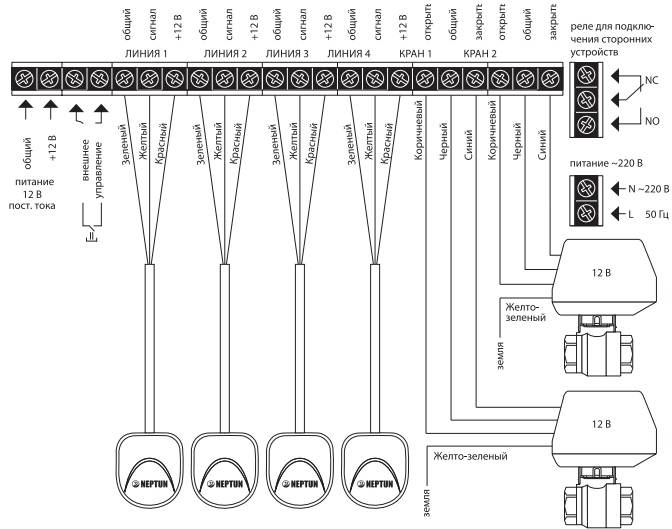
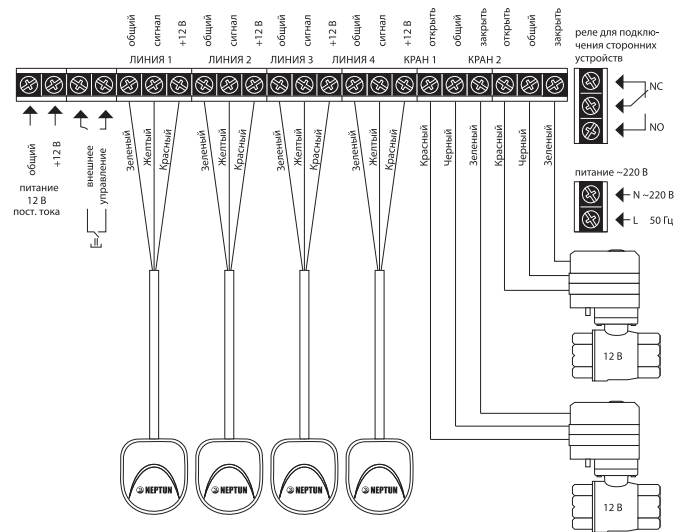

Рис. 11. Схема подключения датчиков и кранов с электроприводом DePala 12 В к модулю управления Neptun ProW
Рис. 10. Схема подключения датчиков и кранов с электроприводом серии JW5000 12 VDC к модулю управления ProW
- К модулю управления Neptun ProW подвести фазу и ноль согласно схеме подключения (рис. 10 и 11), изображённую так же на внутренней крышке прибора
- выполните соединение проводов в соответствии со схемой на рис. 10 или рис. 11, в зависимости от того, какие краны с электроприводом вы используете. При необходимости, для ввода проводов в коммутационный отсек удалите пластиковую заглушку, расположенную в нижней части корпуса прибора при помощи отвёртки;